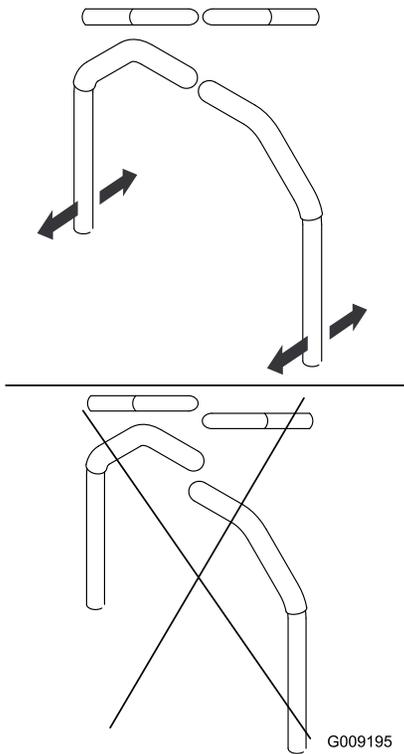

Bild 61
4. Richten Sie die Hebel in Längsrichtung aus. Bringen Sie die Hebel zuerst in der Neutral-Stellung zusammen und schieben Sie die Hebel dann so lange, bis sie ausgerichtet sind (Bild 61).